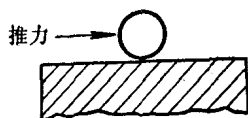

图 2-4 滚动摩擦
2. 滚动摩擦 一个物体在另一个物体上滚动时产生的摩擦，叫做滚动摩擦（见图 2-4）。滚珠和滚柱在轴承中转动所产生的摩擦就属于这一种。